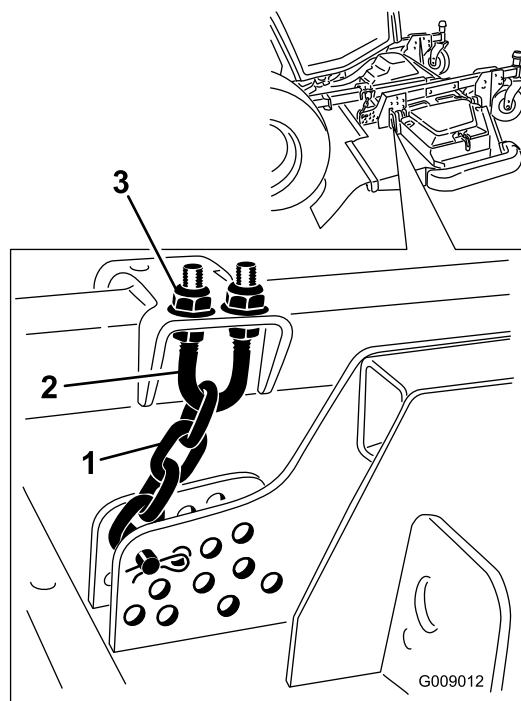

Figura 94
5. Afloje las contratueras de la parte superior o inferior del perno en U de la cadena de altura de corte (Figura 94).